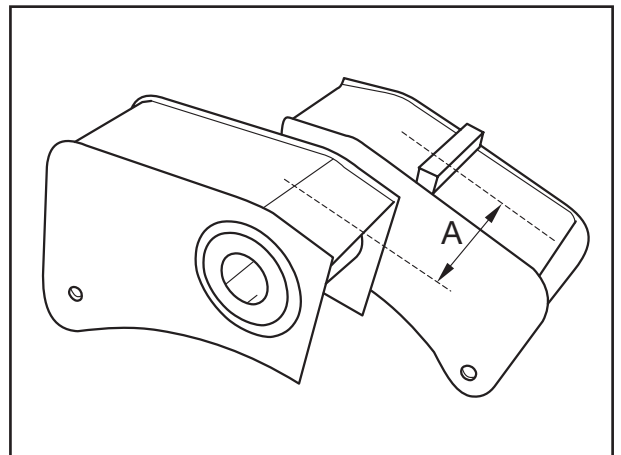

Fig. 11
- [21] Bei Pendelarmen mit einem Versatz A von 122 mm (Fig. 11) von jeder Seite eine Gummi-Stahl-Buchse außen bündig eindrücken.
- [21] For equalizing beams with an offset A of 122 mm (Fig. 11), press in a rubber-steel-bush from each side until flush.
- [21] En présence des balanciers avec une excentration A de 122 mm (fig. 11) enfoncer un silent-bloc jusqu'à ce que les bords du silent-bloc affleurent chaque bord extérieur du balancier.